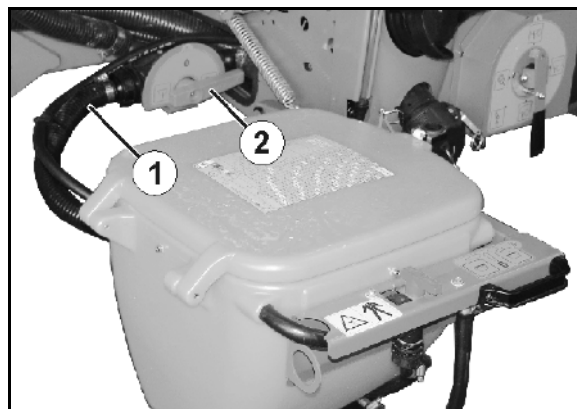

Fig. 156
8. Rimuovere il tubo flessibile (Fig. 156/1) dal rubinetto di commutazione **F**. Portare il rubinetto di commutazione **F** (Fig. 156/2) in posizione .